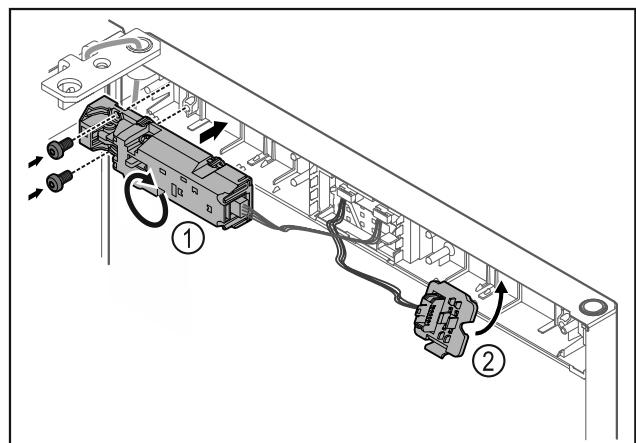

Fig. 11
- Girar el cierre a distancia Fig. 11 (1) 180° y fijarlo en el lado contrario.
- Encajar el soporte de la clavija de enchufe Fig. 11 (2) en el lado opuesto.*